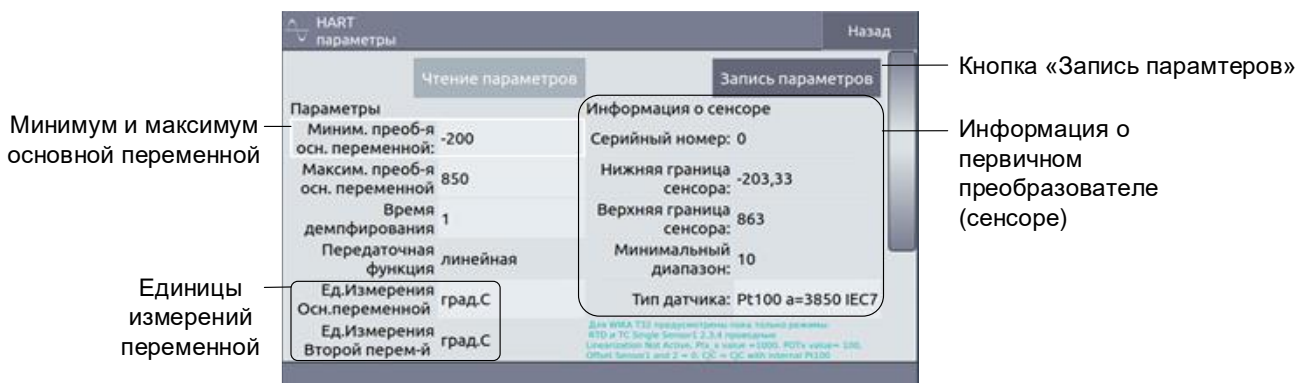

Рисунок 2.49
2.7.5.6 Меню «Параметры» предназначено для просмотра заводских значений параметров первичного преобразователя (поле «Информация о Сенсоре») и переменных (см. рисунок 2.49), а также установки пользователем других значений.